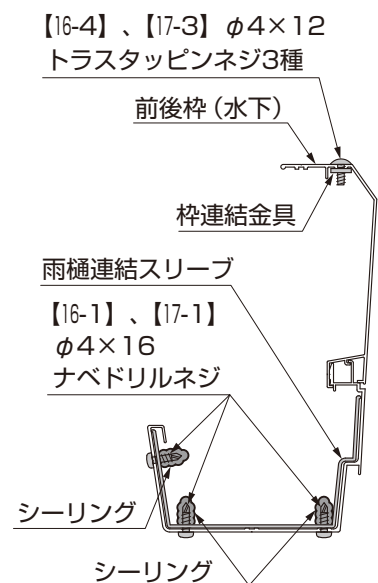

図5-7
- ②前後桟 (水下) を桟連結金具、雨樋連結スリーブと【16-1】、【16-4】、【17-1】、【17-3】でネジ止めしてください。
- ③雨樋連結スリーブを挿入した前後桟の端部にシーリング材を添付してください。
- ④もう一方の前後桟を連結し、【16-1】、【16-4】、【17-1】、【17-3】でネジ止めしてください。
- ⑤内側に出ているネジの先端と周りにシーリングをしてください。(図5-7参照)
- ⑥連結部からはみ出たシーリング材を拭きとってください。